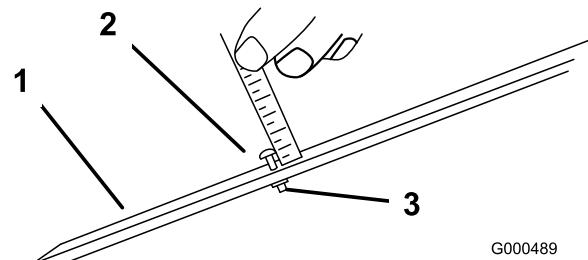

Figura 53
- Allentate il dado sulla barra di misura (Figura 53) e posizionate la vite di regolazione